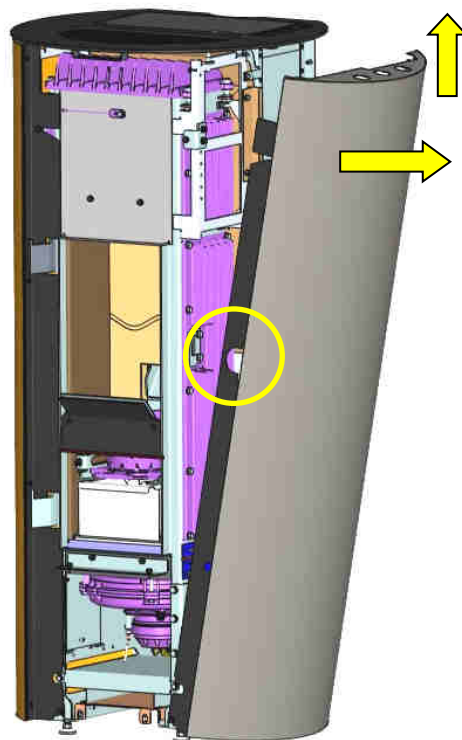

Fig. 14 : retirer l'habillage latéral
3. Les habillages latéraux peuvent maintenant être retirés. Veuillez tout d'abord tirer sur la partie supérieure de l'habillage à l'arrière pour le dégager de la vis desserrée, puis le faire basculer vers l'extérieur et le retirer vers le haut (Fig. 14).
Veillez (Fig. 14), pour l'habillage latéral droite, à ce que la serrure de porte soit dégagée de l'évidement prévu à cet effet. Il est nécessaire, lors du remontage, de commencer par l'insérer.